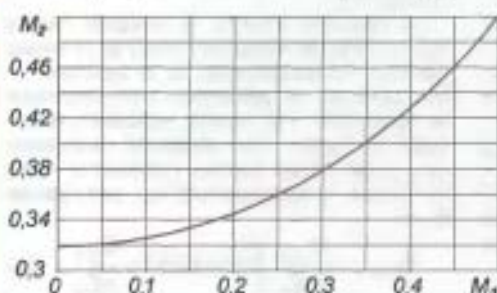

Рис. 10
График зависимости (11) для интервала $0 < M_1 < 0,5$ (режим класс АВ) показан на рис. 10. Из этого рисунка видно, что при увеличении тока покоя, соответствующем изменению M_1 от 0 до